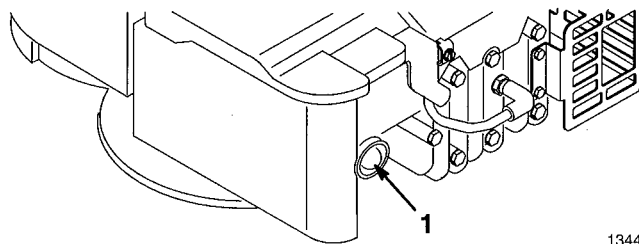

Figure 7
3. Appuyer trois (3) fois sur l'amorceur (Fig. 7). Attendre environ deux (2) secondes entre chaque actionnement.